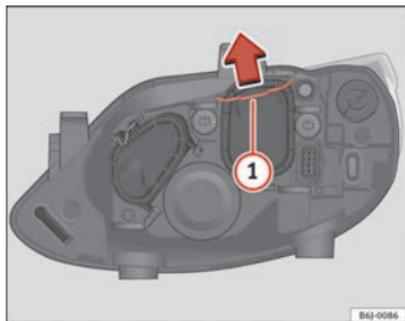

Abb. 141 Abblendlicht
- Verschieben Sie die Strebe ⇒ Abb. 141 ① in Pfeilrichtung und nehmen Sie den Deckel ab.